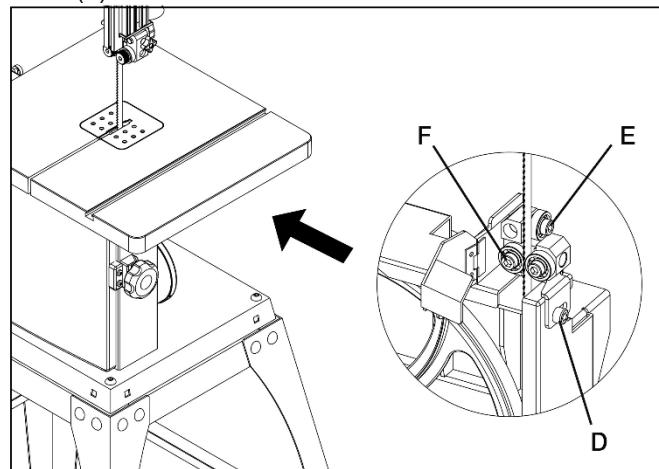

Рисунок 16
Ослабьте винт с внутренним шестигранником (D, Рис.16), переместите всю нижнюю направляющую пильной ленты и установите боковые подшипники в положение 1-2 мм от впадины зуба полотна (изогнутая область в основании зуба). Снова затяните винты (D).
затяните болт (E, Рис. 16).
Ослабьте болт (F, Рис. 16) и отрегулируйте боковые подшипники с зазором 0,5 мм до ленты. Снова затяните болт (F).